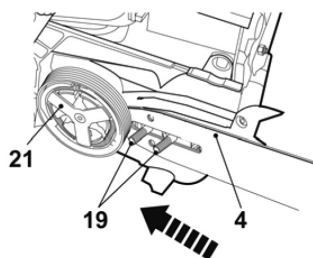

Fig. 3
- > Enfilez la fente du guide-chaîne [4] sur les boulons [19], puis poussez le guide-chaîne [4] vers le pignon d'entraînement (22) situé à gauche, derrière l'embrayage [21] (Fig. 3).